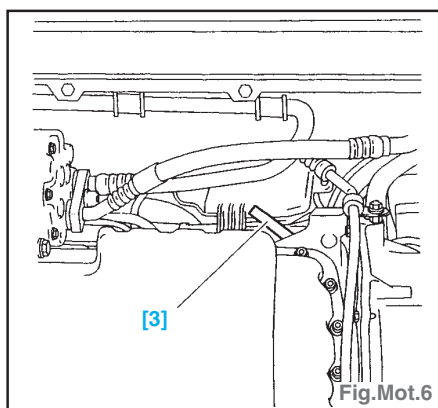

Fig.Mot.6
- Mettre en place la pige [3] par le dessous du véhicule et faire tourner le moteur jusqu'à ce que la pige s'engage dans le volant moteur (Fig.Mot.6).